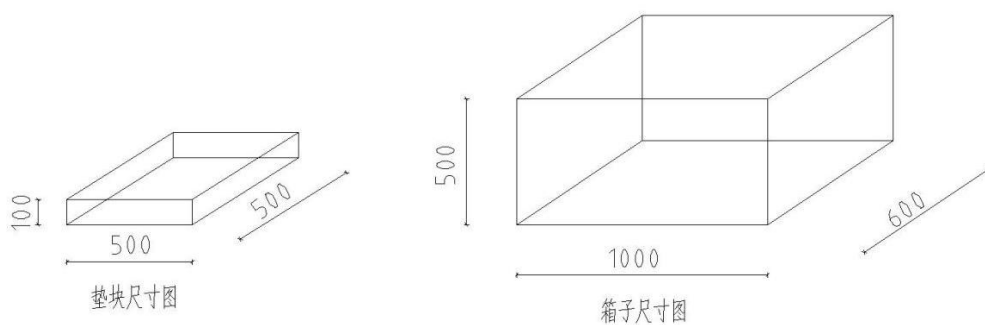

图4 垫块、箱子尺寸图
8. 垫块尺寸长 500mm，宽 500mm，高 100mm；垫块与加载平台牢固连接；具体见图 4。
3. 立即进行净空检测，净空检测采用推箱子方式，箱子尺寸长1000mm，宽600mm，高500mm，每队自行把箱子推入、推出检测净空，箱子推入推出模型过程中结构不破坏，具体尺寸见图4。